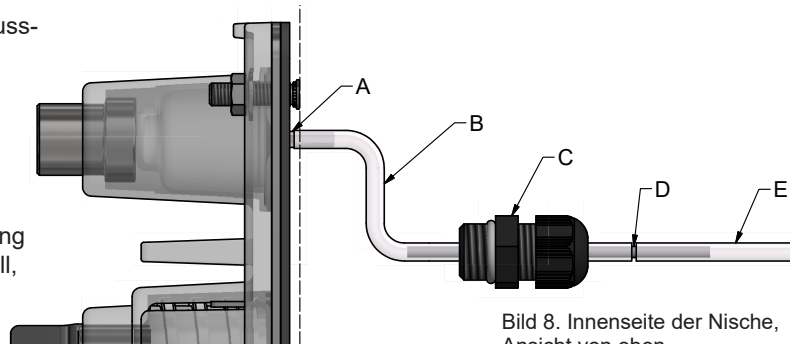

Bild 8. Innenseite der Nische, Ansicht von oben.
1. Schneiden Sie ein Stück des mitgelieferten Schlauchs für Teil 1 (den inneren Teil) des Startschlauchs (B) zu, siehe Bild 8.
2. Montieren Sie den Startschlauch Teil 1 am Anschlussnippel (A) in der Nische.
3. Ziehen Sie das andere Ende des Startschlauchs auf das Metallrohr (D) auf und lassen Sie etwa ein Drittel des Rohrs aus dem Schlauch herausragen.
4. Ziehen Sie den Schlauch mit dem Rohr durch die im Stopfen sitzende Kabelverschraubung (C). Das Rohr muss in der Mitte der Kabelverschraubung sitzen, wobei etwas Schlauch B außerhalb sein soll, siehe Bild.
7. Ziehen Sie Startschlauch Teil 2 (E) auf den Teil des Rohrs auf, der aus der Kabelverschraubung herausragt.